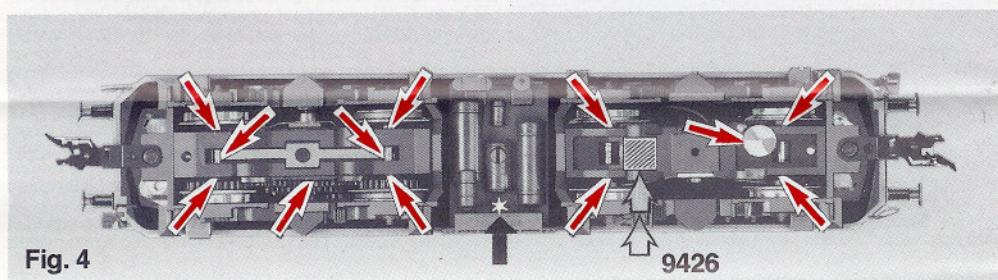

Fig. 4
* Dieser Stern bezeichnet die Masse-führende "gemeinsame Seite" der Lok (Fig. 4).
An der markierten Stelle kann der **Schaltmagnet 9426** eingebaut werden (Fig. 4).
* This star indicates the so called "common side" of the loco (fig. 4).
The indicated point can be used for locating the **switching magnet 9426** (fig. 4).
* Cette étoile indique le côté "masse" de la locomotive, qui est "commun" aux deux alimentations ci-dessus (fig. 4).
L'aimant permanent 9426 peut être monté à l'endroit indiqué (fig. 4).
Op de gemerkte plaats kan de **schakelmagneet 9426** gemonteerd worden (fig. 4).